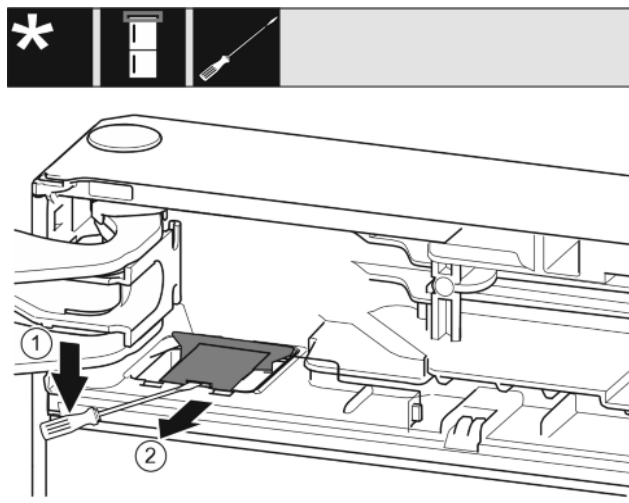

Fig. 8
► Disinnestare il coperchio con un cacciavite a testa a intaglio e sollevarlo. Fig. 8 (1)
► Estrarre la copertura. Fig. 8 (2)